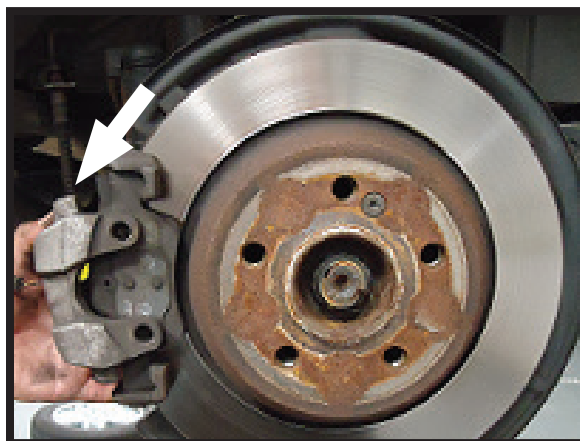

FIGURA 6
7. EXTRAIGA EL CLIP DE RETENCIÓN DE LA PINZA DE FRENO. (FIGURA 6)